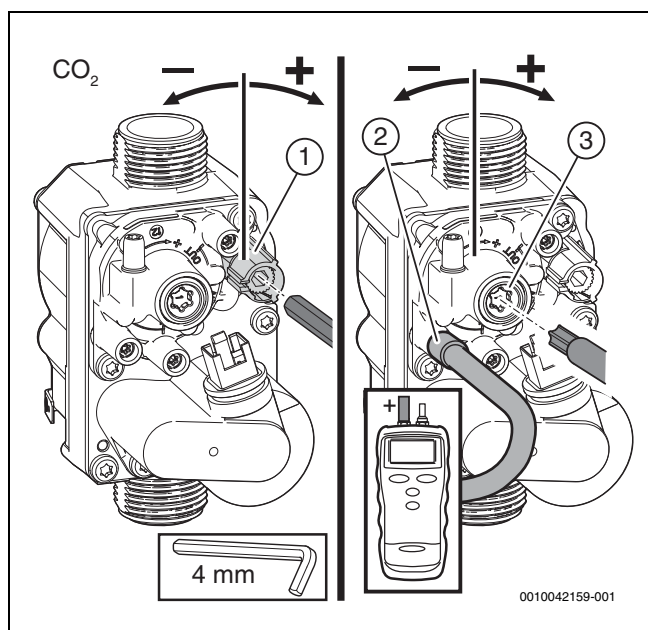

Bild 50 Einstellen der Gasarmatur
- ▶ Plombe an der Einstellschraube der Gasarmatur entfernen (nur Gasarmatur unten in Bild 50) und CO2- oder O2-Gehalt für minimale Nennwärmeleistung einstellen.